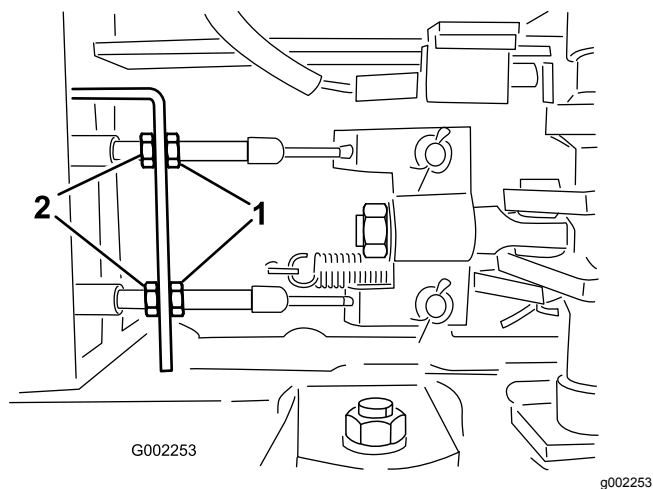

Figure 87
5. Desserrez les écrous avant sur les câbles de frein, sous l'extrémité avant du pulvérisateur (Figure 87).
6. Serrez les écrous arrière uniformément jusqu'à ce que la pédale s'enfonce de 1 à 2 cm avant que vous sentiez une résistance (Figure 87).